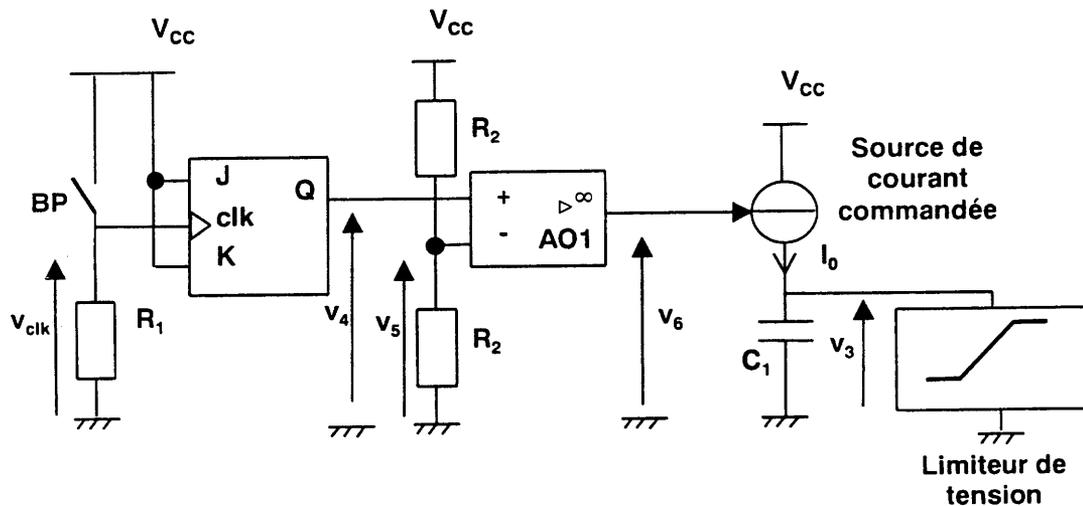

Figure 6
Le dispositif délivrant la tension v_3 est représenté Figure 6.
- g) On rappelle que la tension v_6 est produite par le dispositif **Figure 6**. Pour quelle raison peut-on dire que v_6 est issue d'une source idéale de tension ?